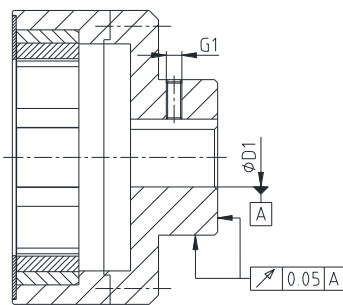

Bild 6: Rund- och plangångsnoggrannhet på flänsnavet
- Om kunden själv utför navborrningen måste rund- resp. plangångsnoggrannheten (se bild 6 och 7) säkerställas.